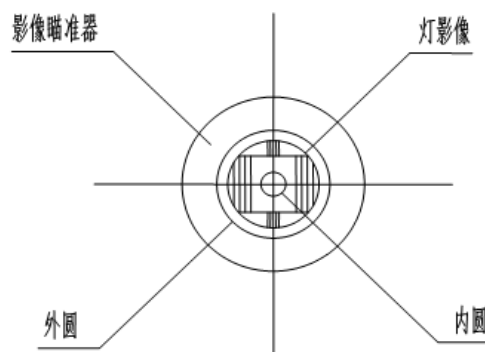

图 4.1
(2)、打开仪器后盖上影像瞄准器的盖子，从盖子的反射镜上可观察到被检前照灯在影像瞄准器上的影像，移动光接收箱的位置，使被检前照灯的影像落在影像瞄准器的正中央，如图 4.1 所示。这时就表示仪器已对准了被检前照灯。